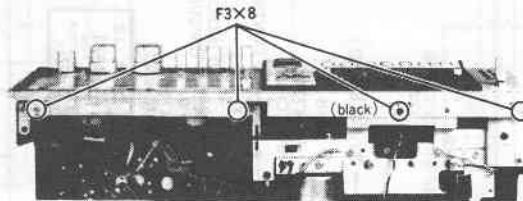

Fig. 4 Abb. 4
5. Front panel (Fig. 4, 5)
5. Frontplatte (Abb. 4, 5)
5. Façade (Fig. 4, 5)